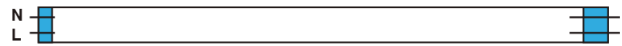

Figura 2. Conexión unilateral.
7. Las lámparas Eiko LED T8 están diseñadas para conexiones de un solo lado (Figura 2). Para instalarlo, conecte los enchufes no rotos conectando un cable del portalámparas al circuito derivado L (LIVE) y el otro cable al extremo opuesto al circuito derivado N (NEUTRAL). No conecte el lado opuesto a la alimentación. Use los cables apropiados para la conexión.